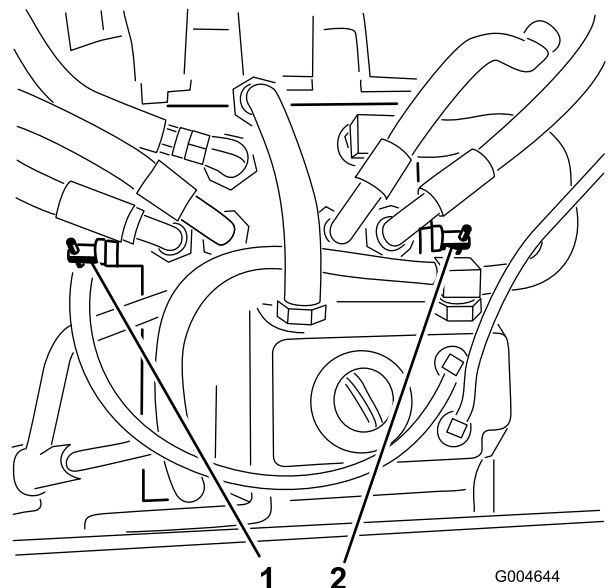

Bild 32
4. Drehen Sie jedes Sicherheitsventil zum Öffnen um eine Umdrehung gegen den Uhrzeigersinn; drehen Sie jedes Sicherheitsventil im Uhrzeigersinn, um das System zurückzusetzen (Bild 32).